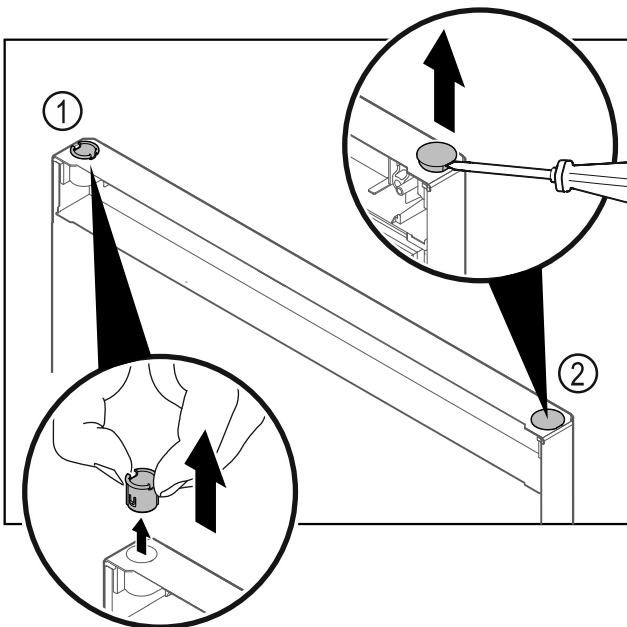

Fig. 38 Πόρτα τμήματος κατάψυξης
- ▶ Τραβήξτε έξω την υποδοχή μεντεσέ Fig. 38 (1) με τα δάχτυλα.
- ▶ Ανασηκώστε προσεκτικά την τάπα Fig. 38 (2) με ένα ίσιο κατσαβίδι και τραβήξτε την έξω.